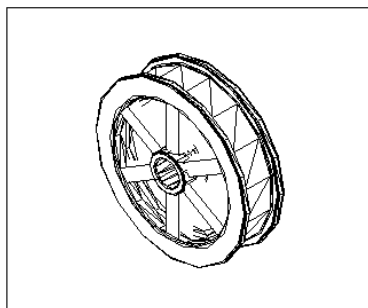

图 2-6
8. 对上述板筋进行镜像处理。单击 Modify 3D Operation Mirror 3D。在小轮的另一侧复制同样的板筋。单击  按钮或者在命令行直接输入 hide。单击 View 3D Views SW Isometric, 结果如图 2-6 所示。